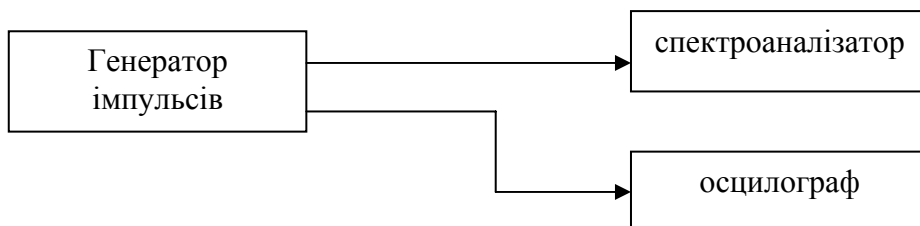

Рис.7. Схема лабораторної установки
1. Використовуючи генератор імпульсів, спектроаналізатор і осцилограф скласти схему, згідно з рис.7.